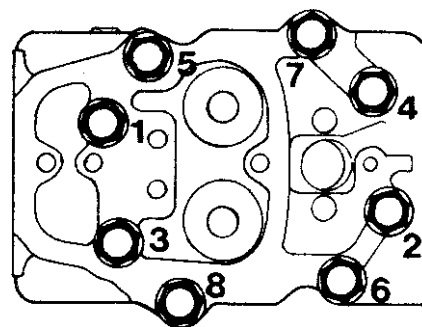

Fig. 44. Åtdragningsschema, 120-serien
6. **120-motorn:** Dra cylinderlocksskruvarna enl. schemat, fig. 44. Dra etappvis med 40 Nm (4 kpm), 160 Nm (16 kpm), 180 Nm (18 kpm). Efter detta kontrolleras alla skruvarna en gång.